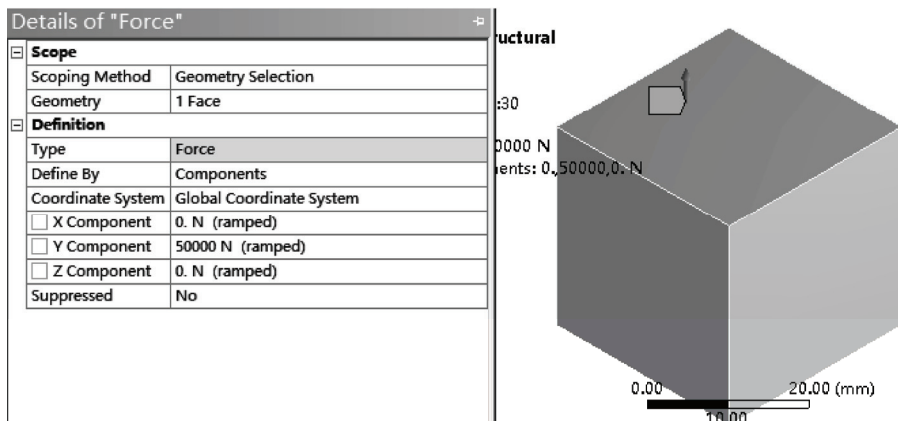

图 19-15 设置力载荷
5) 选中 Force，选择需要施加力的顶面，单击 Details of “Force” 细节窗口中 Geometry 选项下的 Apply 按钮，同时设置 Y Component 为 50000。该设置施加了 Y 向大小为 50000N 的力，如图 19-15 所示。